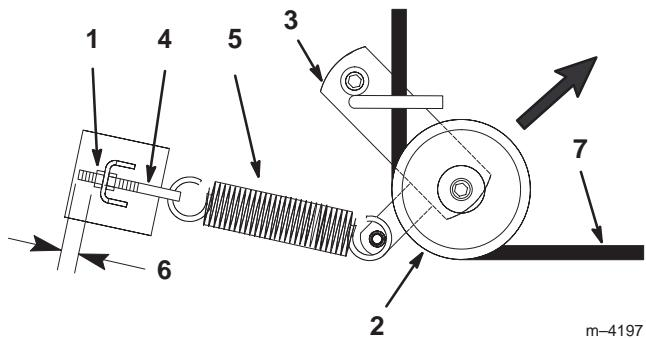

Figura 44
6. Tirate la puleggia tendicinghia nel senso riportato nella Figura 44, e togliete la cinghia dalle pulegge.
8. Tirate la puleggia tendicinghia nel senso riportato nella Figura 44, e montatela sulle altre pulegge (Fig. 45).